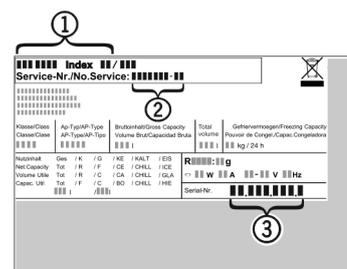

Fig. 3
- ▶ Denominación del aparato Fig. 3 (1), nº del servicio técnico Fig. 3 (2) y nº de serie Fig. 3 (3) en la placa de identificación. La placa de identificación se encuentra en la parte interior izquierda del aparato.
- ▶ Informe al servicio postventa e indique el fallo, la denominación del aparato Fig. 3 (1), el nº del servicio técnico Fig. 3 (2) y el nº de serie Fig. 3 (3).